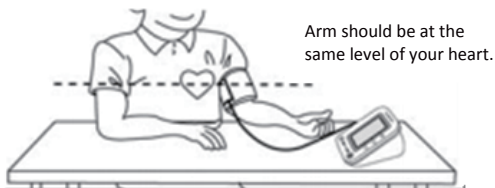

Fig 9
- Relaxez-vous, placez le coude sur un bureau avec la paume tournée vers le haut. Le brassard doit se trouver au niveau de votre cœur. (Fig 9) La précision des mesures peut être affectée si le tensiomètre n'est pas positionné correctement. Si votre bras est trop haut, la mesure sera plus élevée. Si votre bras est trop bas, la mesure sera plus faible.